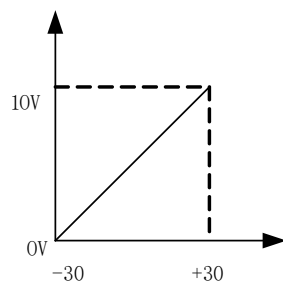

图 4-18 一元化电压偏差值对应关系
2. 一元化给定电压偏差值对应关系, 如图 4-18 所示;